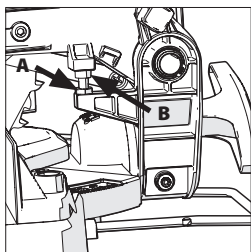

Abb. 12A + 12B
- Lösen Sie die Kontermutter an der Anschlagschraube für die Abwärtsbewegung. (**Abb. 12A**)